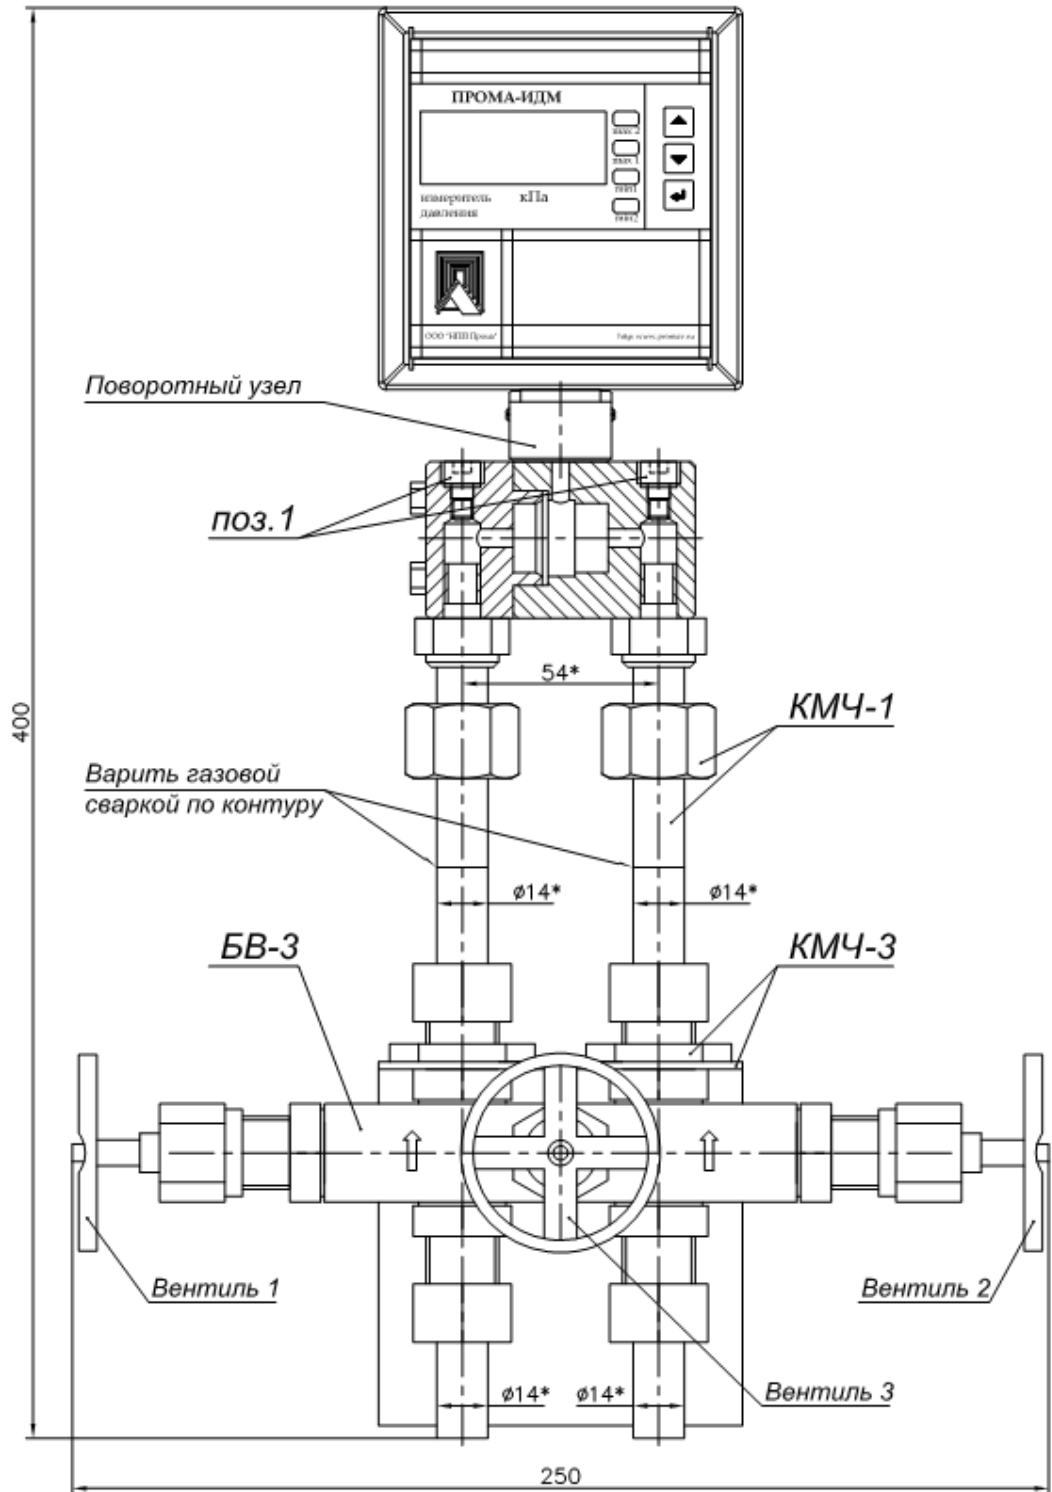

Рис. 3.4. Измеритель Прома-ИДМ-ДД-Р (газ, жидкость) с 3-х вентильным блоком BV-3. Исполнение для штуцерно-резьбового монтажа-моноблок. Габаритный чертеж.
- Рис. 3.4. Измеритель Прома-ИДМ-ДД-Р (газ, жидкость) с вентильным блоком БВ-3. Исполнение для штуцерно-резьбового монтажа. Габаритный чертеж.